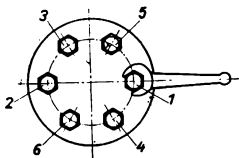

Bild 10
10. Was geschieht, wenn die Schrauben des Kesselverschlusses (Bild 10) nicht in der genannten Reihenfolge angezogen werden?